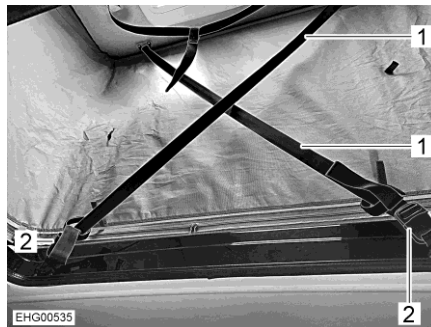

Fig. 43 Protección contra el viento
- Extraer ambos cinturones de retención (Fig. 43,1) completamente.
- Fijar los cinturones de retención en diagonal en las hebillas (Fig. 43,2).